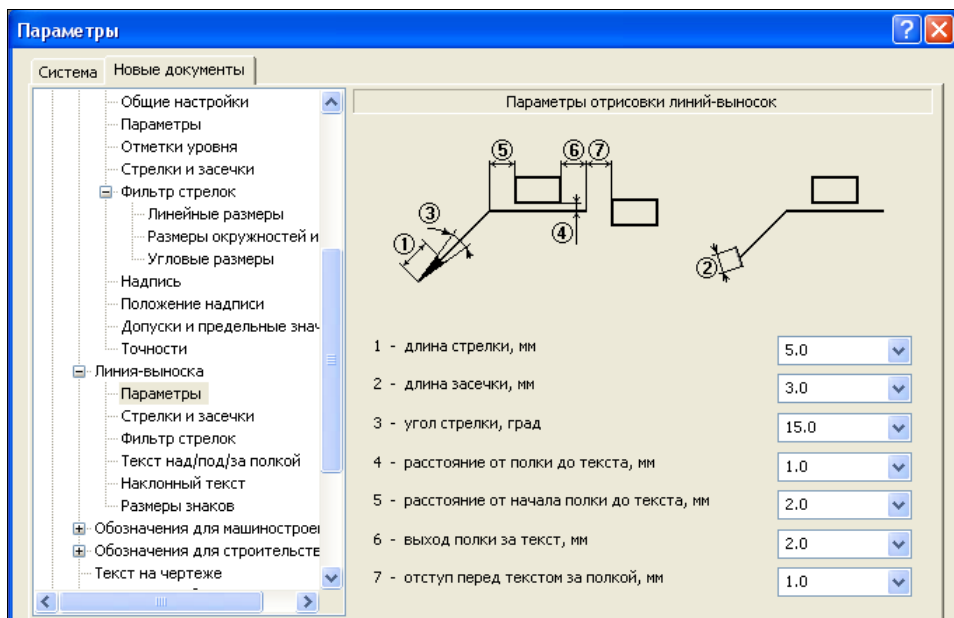

Рис. 15.26. Диалоговое окно **Параметры** с открытой панелью **Параметры отрисовки линий-выносок**
- ◆ выделите ЛК мыши пункт **Параметры**. В правой части раскроется панель **Параметры отрисовки линий-выносок** (рис. 15.26) с параметрами по ЕСКД. При необходимости можно ввести коррективы;